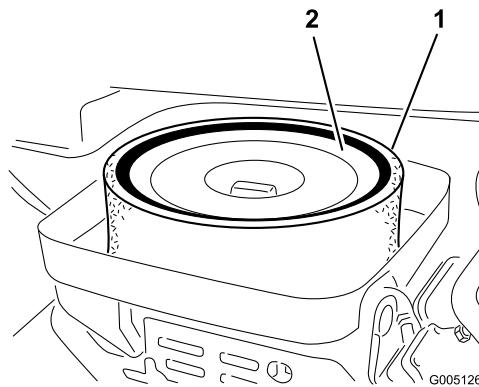

Figure 47
3. Si l'élément en mousse est encrassé, sortez-le de l'élément en papier (Figure 47). Nettoyez-le soigneusement comme suit :